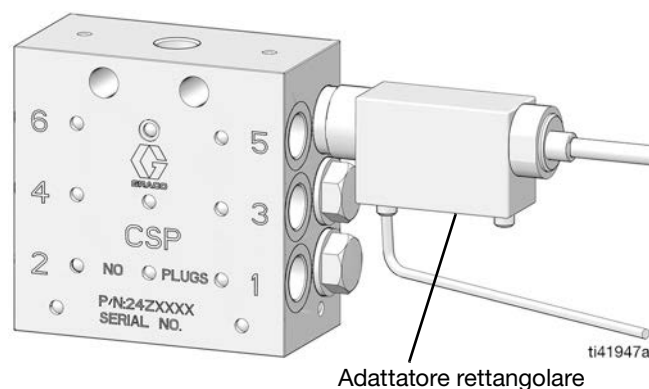

FIG. 7: Valvola CSP serie B
- Per le valvole CSP serie B: utilizzare una chiave esagonale da 2 mm (5/64 in.), fornita dall'utente, per serrare la vite di arresto a una coppia compresa fra 0,6 e 0,8 N•m (5 e 7 in-lb) (FIG. 7).